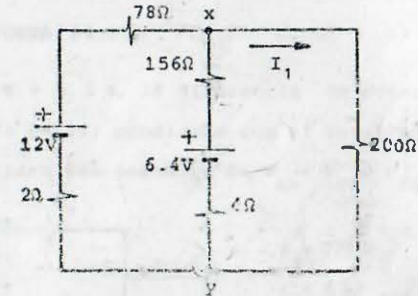

FIGURA P4.7
4.7 Se desea medir la corriente  $I_1$  y la diferencia de potencial  $V_{xy}$  en el circuito de la figura P4.7, para efectuar las mediciones mencionadas se utiliza un multímetro con  $8\text{ k}\Omega$  de resistencia interna con voltímetro y  $4\Omega$  de resistencia interna como amperímetro. Calcule el error involucrado, en dichas mediciones, debido a la resistencia de los aparatos - de medición.